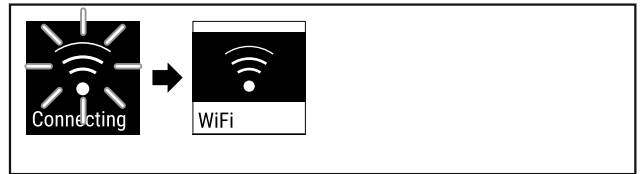

Fig. 86
- ▶ Vytvorí sa pripojenie (pozri Fig. 86).